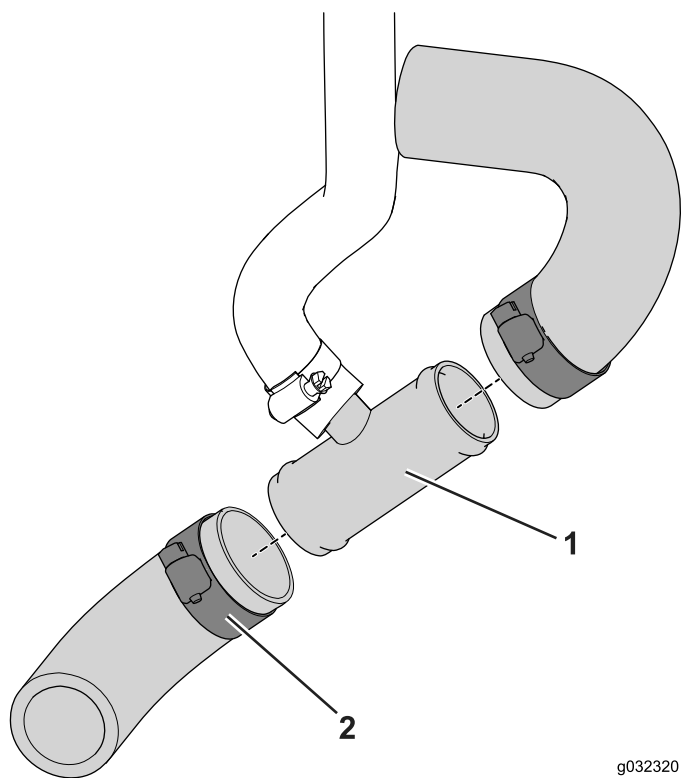

Рисунок 13
3. Наденьте отрезанные концы на тройник и закрепите шланговыми хомутами (от 3/4 до 1 1/2 дюйма), как показано на Рисунок 13.